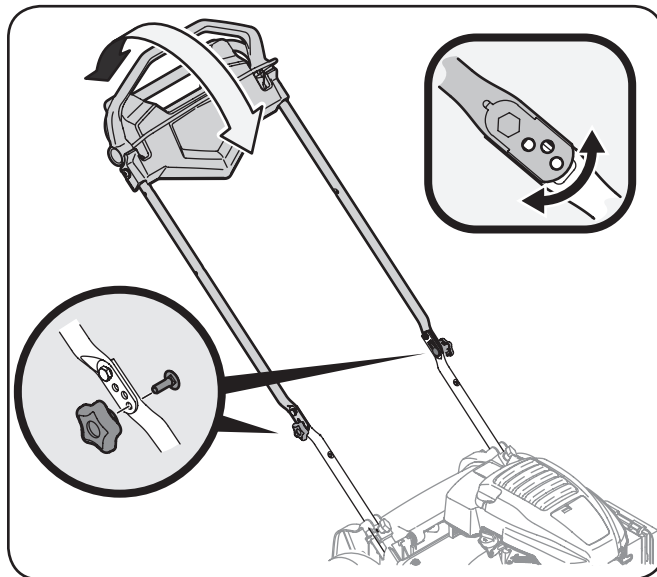

Figure 3-11
1. Retirez les boutons étoile et les boulons de carrosserie de la poignée. Voir Figure 3-11.
2. Ajustez la poignée dans l'une des trois positions. Voir Figure 3-11.